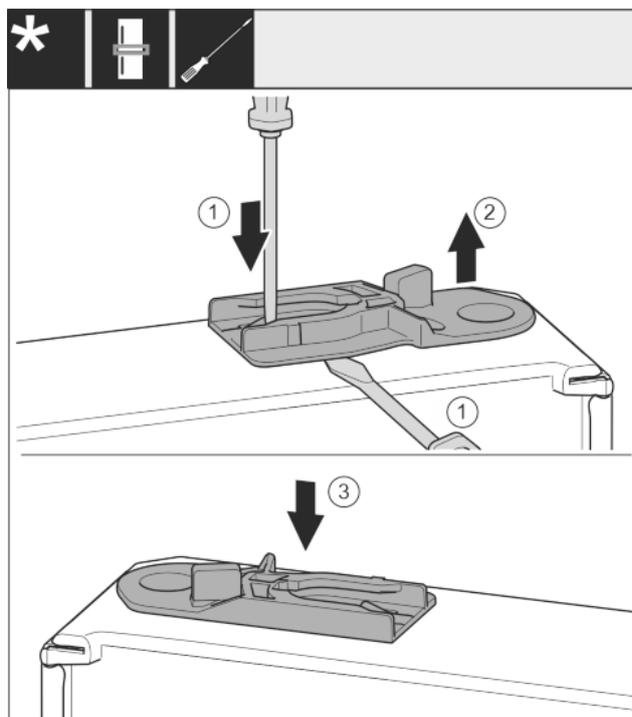

Fig. 29
- ▶ Sortir la douille de guidage : Pousser la languette avec un tournevis plat et la faire passer simultanément sous la douille de guidage avec un tournevis plat. Fig. 29 (1, 2)
- ▶ Pousser la douille de guidage fournie à la livraison de l'autre côté du logement. Fig. 29 (3)